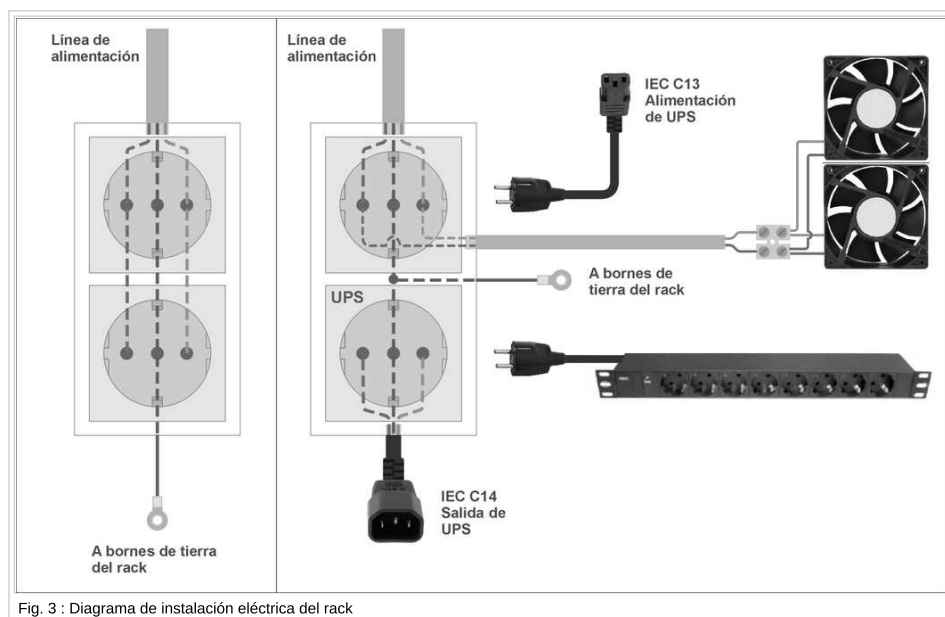

Fig. 3 : Diagrama de instalación eléctrica del rack
- En los casos en que solamente se requiera alimentar un switch se realizará la instalación según el diagrama Fig.3 izquierda.
- En los casos en que sea necesario instalar UPS y PDU se realizará la instalación según el diagrama Fig.3 derecha. El toma correspondiente a la UPS se etiquetará con la leyenda "UPS".
- En caso de ser necesaria su instalación se fijarán con tornillos con tuerca y arandela a la cara interior del techo del rack, utilizando las perforaciones previstas y colocando en el lado interior rejillas de protección de alambre cromado. El flujo de aire deberá ser hacia el exterior del rack y el conexionado se resolverá según se muestra en Fig. 3 derecha.